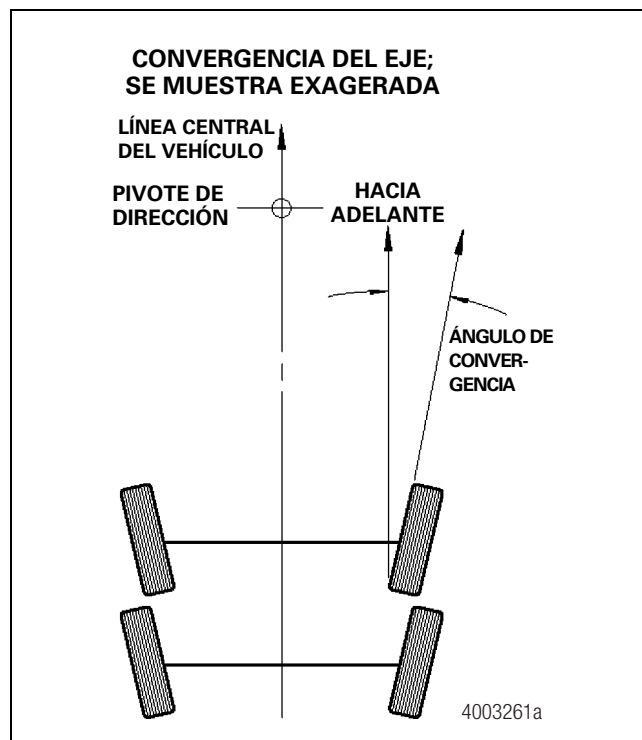

Figura 8.17
- La convergencia de eje se define como el ángulo hacia dentro y hacia afuera de los neumáticos con respecto a la horizontal. Con la convergencia positiva, las partes delanteras de los neumáticos están más cerca una de otra que las partes traseras. Con la convergencia negativa ocurre lo contrario. Figura 8.17.